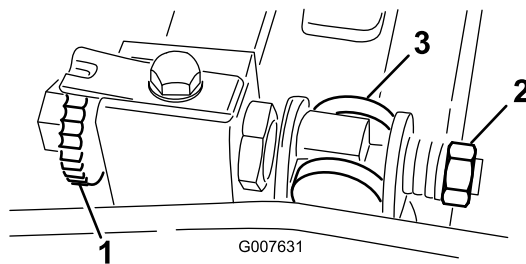

Figura 55
1. Gire el tornillo de ajuste de la barra de asiento en el sentido contrario a las agujas del reloj para alejar la contracuchilla del molinete (Figura 55).
2. Afloje la tuerca de tensado del muelle hasta que el muelle deje de presionar la arandela contra la barra de asiento (Figura 55).